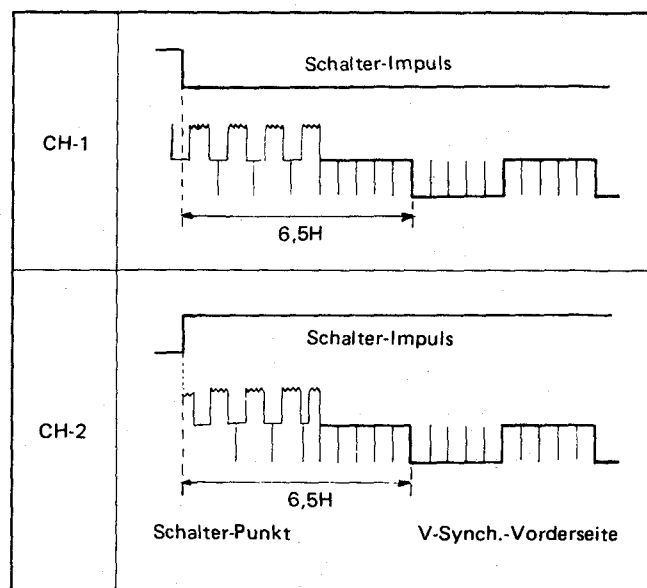

Abbildung 67.
1. Das Ausgabesignal mit Schalt-Impulsen auslösen und die Wellenform der Ausgabe beim Video-Ausgaben-Anschluß beobachten. So einstellen, daß der Abstand zwischen Schalter-Punkt und V-Synchr.-Vorderseite $6,5H \pm 0,5H$ wird. Dies für beide Kanäle (CH1 und CH2) durchführen. Siehe Abb. 67.